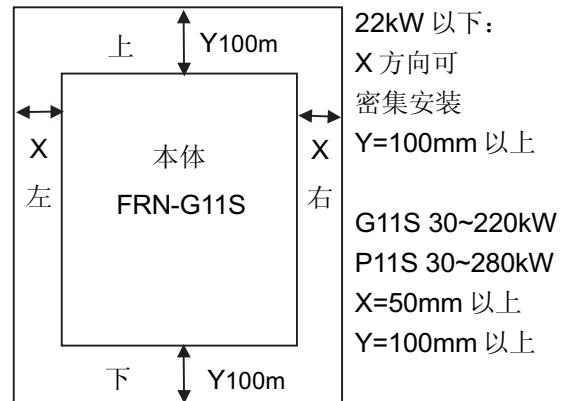

图 2-2-1
① 变频器应垂直安装，在正前方能看到 FRENIC5000G11S 或 FRENIC5000P11S。请勿倒装，斜装或水平安装。应使用螺钉安装在牢固的结构上。
② 变频器运行时要产生热量，为确保冷却空气的通路，应如图 2-2-1 所示，设计留有一定的空间。产生的热量向上散发，所以不要安装在不耐热设备的下方。
③ 变频器运行时，散热板的温度能达到接近 90°C。所以，变频器背面的安装面必须用能耐受较高温度的材质。